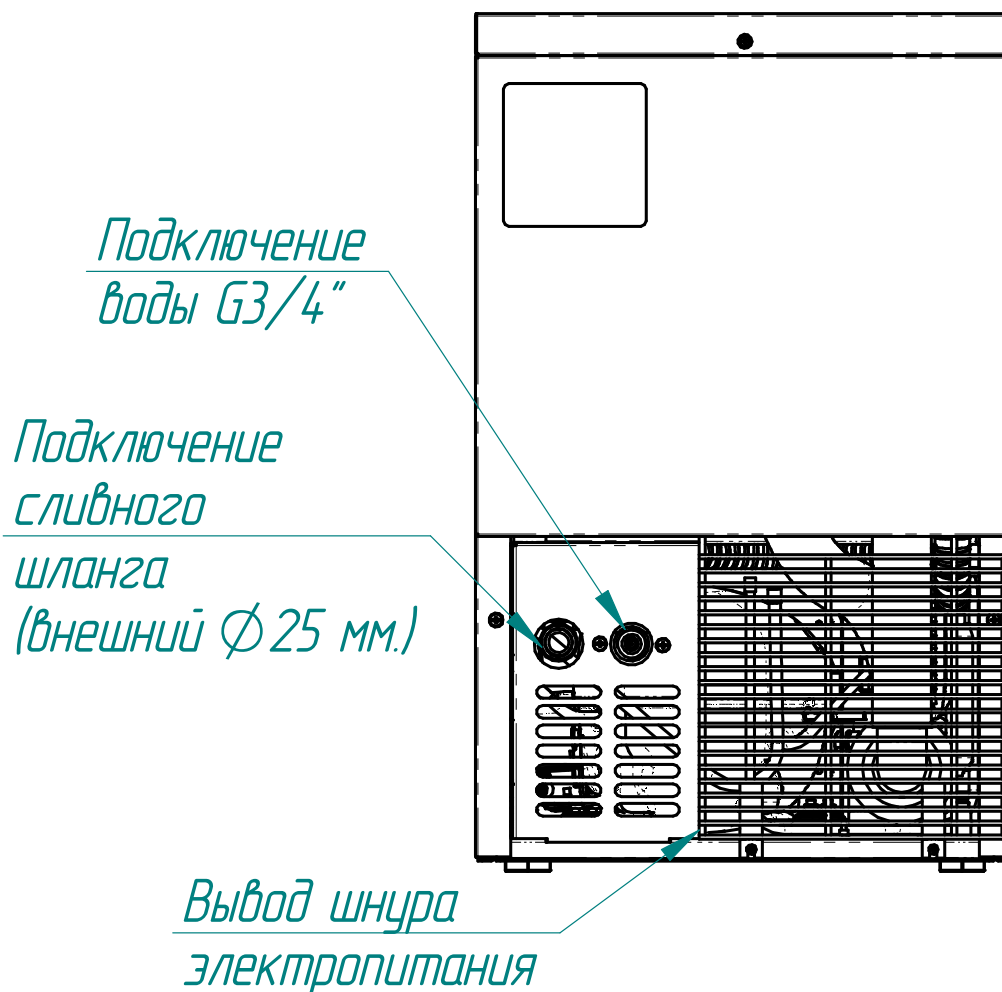

Рис.4
- подключить изделие к системе водоснабжения. Льдогенератор подключается к системе водоснабжения через штуцер с резьбой G 3/4" (рис. 4). Подсоединение шлангов подачи воды должно проводиться через краны для экстренного прекращения подачи воды на испаритель в случае необходимости.
- подключить изделие к системе канализации. Наружный диаметр сливного шланга, поставляемого с льдогенератором, равен 25 мм. (рис. 4). Убедиться, что сливной шланг находится ниже, чем выход на задней панели, чтобы вода могла стекать.